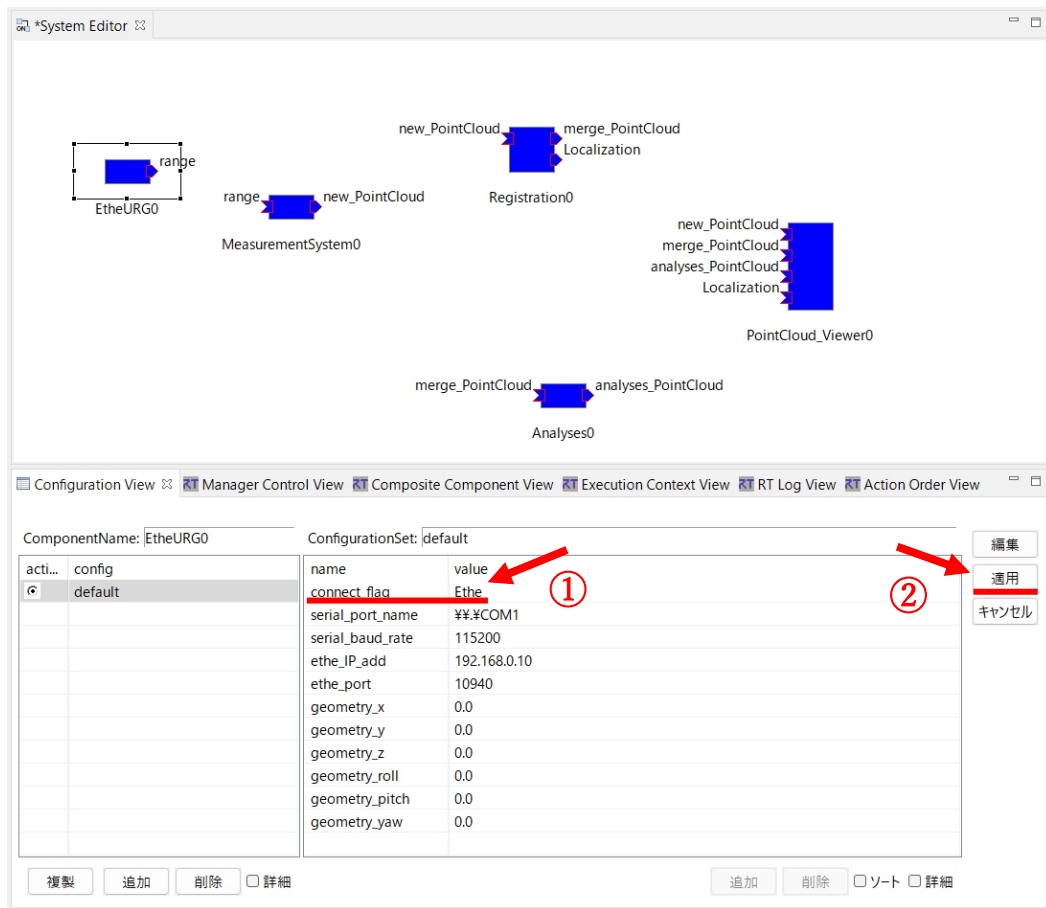
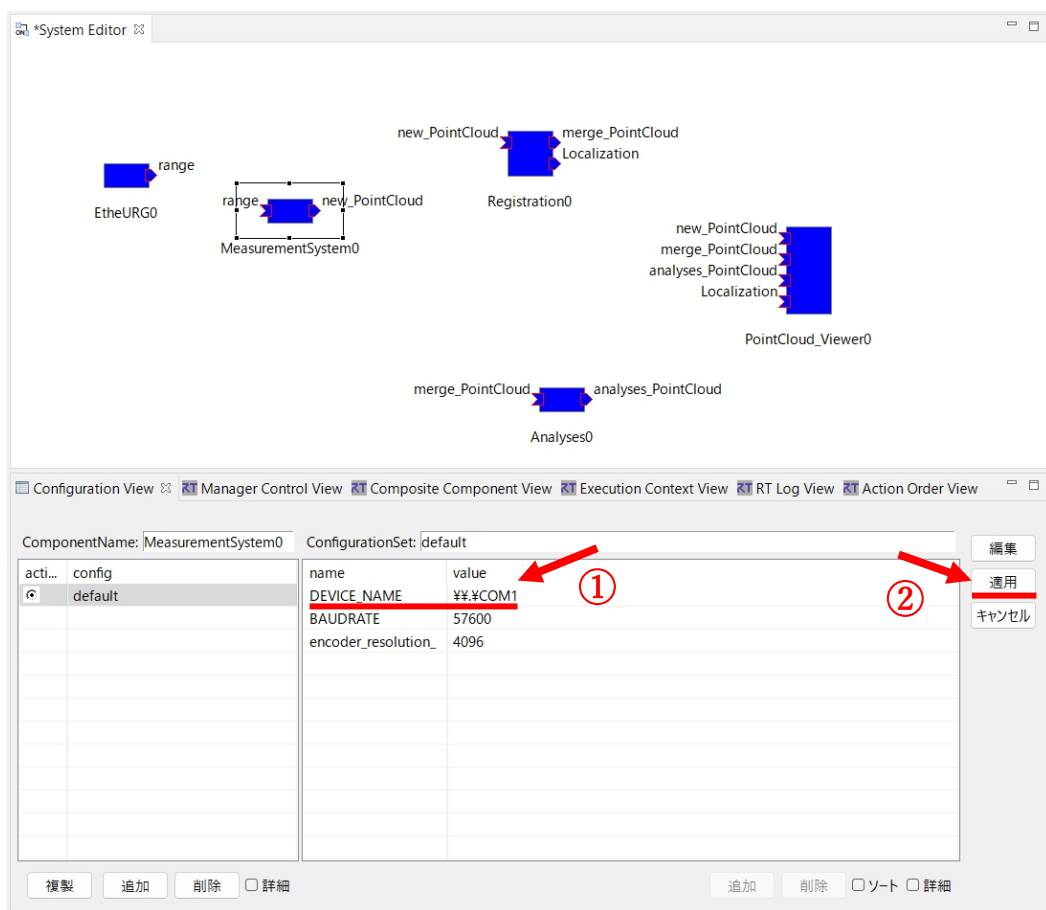

図 31 "EtheURG0" の Configuration ポート変更画面
図 32 "MeasurementSystem0" の Configuration ポート変更画面
- ⑪ 図 31 および図 32 のように[System Editor]上で，[EtheURG0]と[Measurement System0]，[PointCloud_Viewer0]は画面中央下部の[Configuration View]で Configuration ポートのデータを変更できる．基本的に変更しないが，「3.3 開発した RTC の概要」の各項目を参考に[EtheURG0]と[MeasurementSystem0]において，使用するデバイスに対する適切な接続方法にポート名等を変更する必要がある．